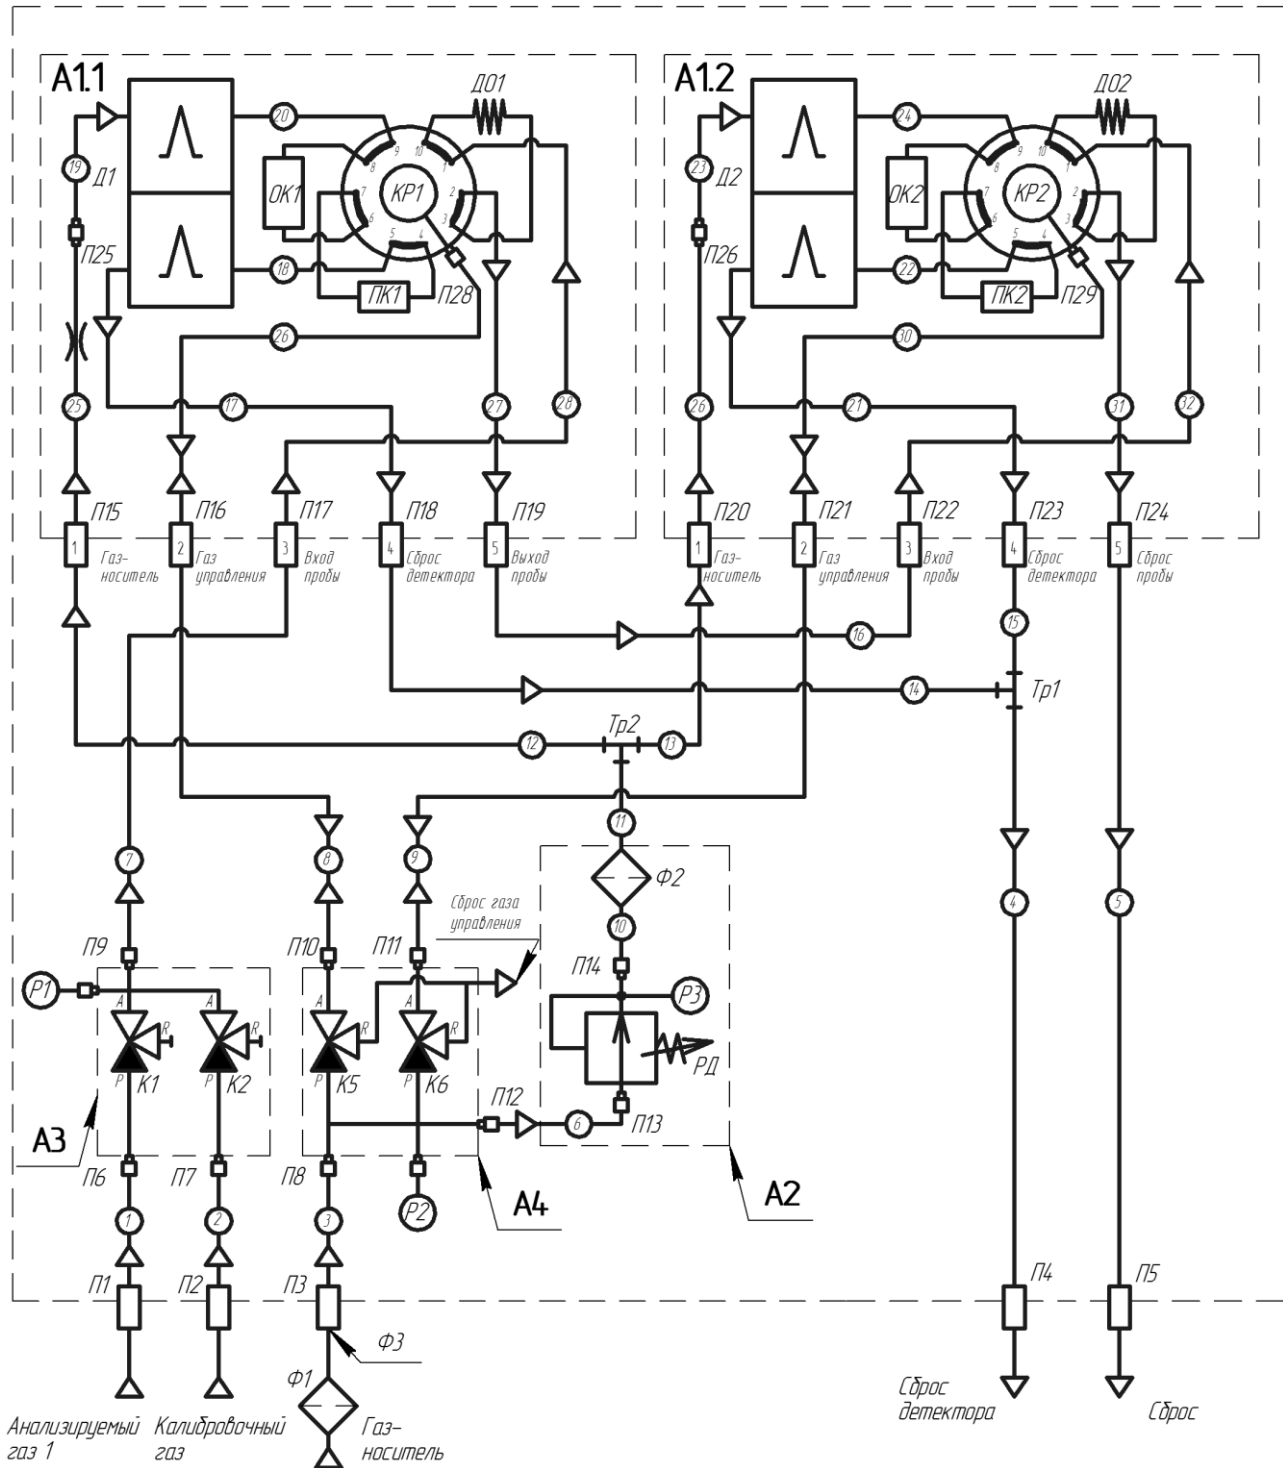

Рисунок 11. Газовая схема хроматографа МАГ с двумя ДТП
- **Фильтр-осушитель газа-носителя**, устанавливаемый снаружи взрывозащищенной оболочки хроматографа (**Ф1**, см. газовую схему хроматографа на Рисунок 11). Предназначен для удаления следов влаги из газа-носителя перед его подачей в хроматограф.
- **А2. Блок регулировки давления газа-носителя** включает в себя регулятор давления (**РД**), предназначенный для поддержания постоянного давления газа-носителя на входе в аналитические каналы (и расхода на выходе из них). В состав данного блока также входит датчик давления газа-носителя **РЗ** (после регулятора давления) и дополнительный фильтр-осушитель газа-носителя **Ф2** (см. газовую схему хроматографа на Рисунок 11).
- **А3. Селектор потоков** представляет собой манифолд с электромагнитными клапанами, предназначенными для автоматического управления газовыми потоками. Клапаны **К1** и **К2** предназначены для подачи анализируемого и градуировочного газа в аналитические каналы. Опционально количество клапанов для подачи пробы может быть увеличено до 6, что позволит, например, проводить на одном хроматографе поочередный анализ 5 потоков газа и градуировку по одному баллону с ПГС. Селектор потоков может также комплектоваться датчиком давления анализируемого газа **Р1** (см. газовую схему хроматографа на Рисунок 11).
В верхней части катушки располагается мембранный пневмоуправляемый кран-дозатор (**КР1** или **КР2**, см. Рисунок 11), предназначенный для ввода пробы заданного объема в хроматографические колонки и переключения колоночной системы в положение обратной отдувки, при которой часть компонентов пробы выдувается из предколоки в виде неразделенного пика на детектор. Данный прием используется для определения суммарного содержания компонентов, имеющих большие времена удерживания, например, углеводородов C_{6+} . Кран-дозатор включают в себя дозирующую петлю объемом 5-1000 мкл.
Пример газовой схемы хроматографа МАГ в конфигурации с двумя аналитическими каналами с детекторами ДТП, в исполнении на 2 анализируемых потока (включая градуировочный газ) представлен на Рисунок 11. Актуальная газовая схема для конкретного исполнения хроматографа приведена в Приложении.
На Рисунок 11 приведена газовая схема хроматографа в режиме ожидания, когда все электромагнитные клапаны **К1, К2, К5, К6** находятся в выключенном состоянии, в котором
Через определенное, подобранное для данной колоночной системы, время происходит выключение клапанов **K5** и **K6**, газ управления сбрасывается в атмосферу, и краны **KP1** и **KP2** возвращаются в исходное положение, показанное на Рисунок 11. При этом компоненты пробы, не успевшие пройти через предколонки **ПК1** и **ПК2**, выдуваются газом-носителем в обратную сторону и в виде суммарных пиков попадают на измерительные ячейки детекторов **Д1** и **Д2**.